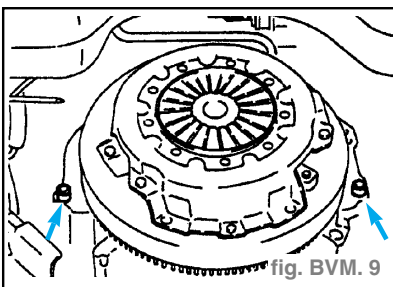

fig. BVM. 9
- Du côté du moteur, il existe deux emplacements de centrage. Veiller à ce que les trous des boulons de pose de la boîte de vitesses soient alignés avec ces emplacements avant de poser l'ensemble de la boîte de vitesses et de la boîte de transfert sur le moteur (fig. BVM 9).